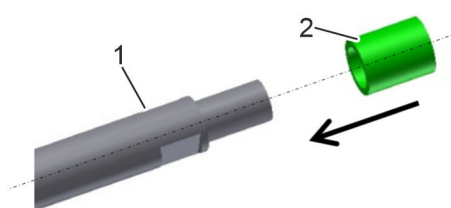

Fig. 14 : douille en matière plastique
2. → Emboîter la douille en matière plastique (Fig. 14 /2) sur la tige de mesure (Fig. 14 /1).